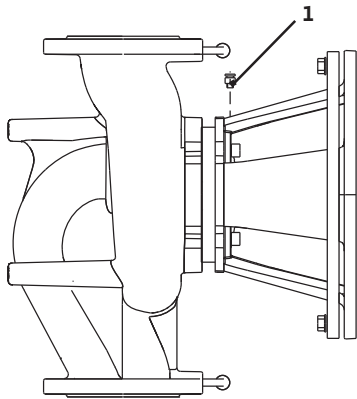

Fig. 40: Βαλβίδα εξαέρωσης
- Εξαερώστε τις αντλίες χαλαρώνοντας τις βαλβίδες εξαέρωσης (Fig. 40, θέση 1). Η ξηρή λειτουργία καταστρέφει τον μηχανικό στυπιοθλίπτη της αντλίας. Το αισθητήριο διαφορικής πίεσης δεν επιτρέπεται να εξαερώνεται (κίνδυνος καταστροφής).